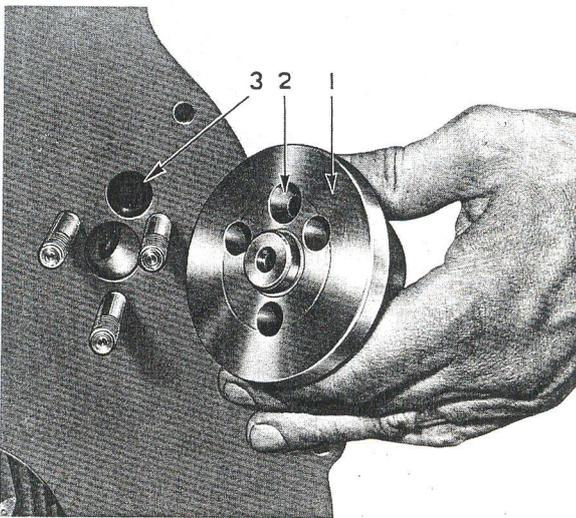

Fig. L2 — Position du moyeu du pignon fou.
3. Déposer le pignon fou puis le moyeu (fig. L2).
1. Après s'être assuré que les passages d'huile du moyeu sont propres, remonter le moyeu sur le carter de distribution. Les goujons de fixation du moyeu sont placés de telle façon que ce dernier ne peut être remis en place que dans une seule position. Le bossage arrière du moyeu pénètre dans un logement usiné, sur la face du bloc-cylindres (fig. L2).